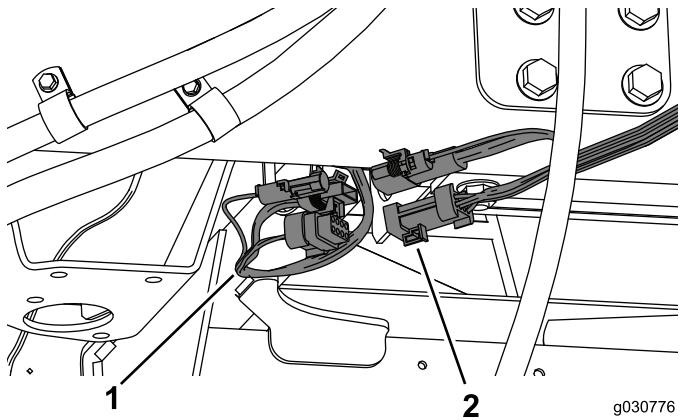

Bild 49
1. Schließen Sie den Kabelbaum von der Kabine am Kabelbaum an der rechten Seite der Maschine an (Bild 49).